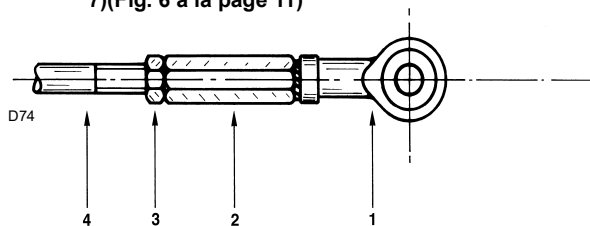
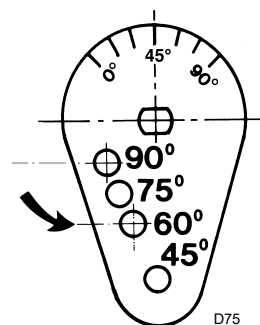
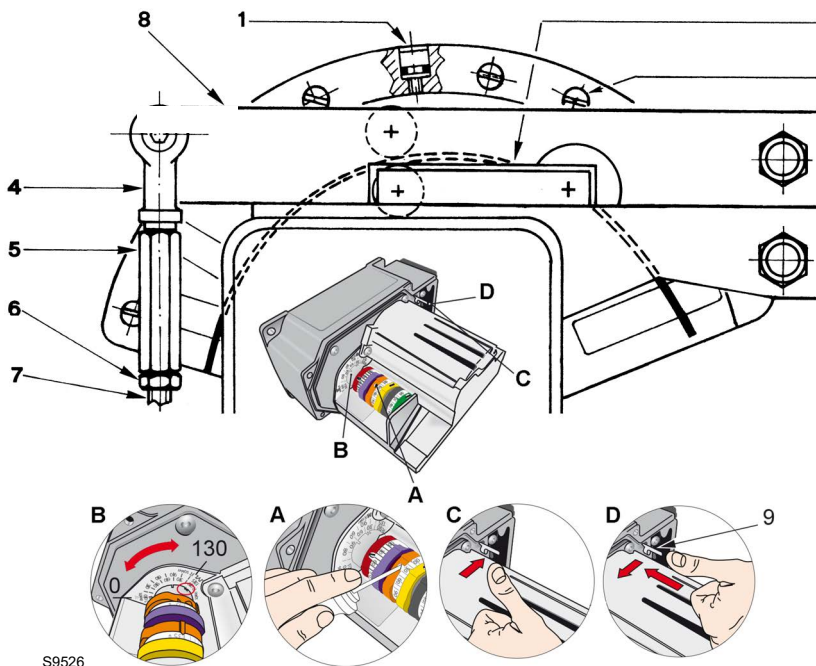
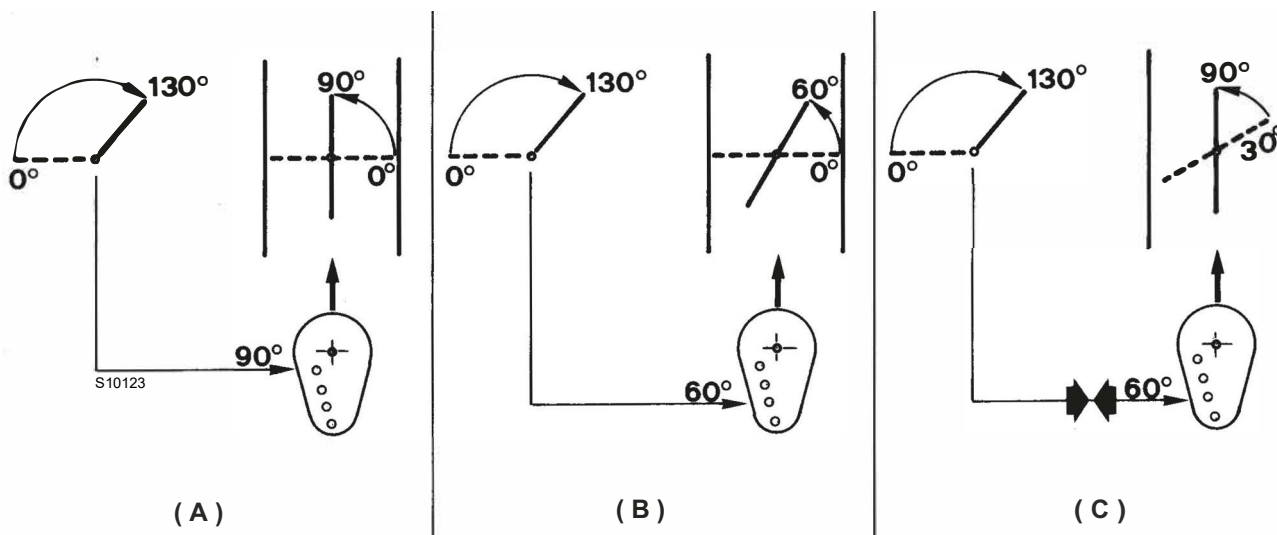

Fig. 25
Fig. 26
Fig. 27
Fig. 28
- Dégager la came à profil variable 7)(Fig. 23 à la page 27) du servomoteur en appuyant sur le levier 9)(Fig. 27 à la page 29).
- Tourner le manchon hexagonal 3) en raccourcissant ou en allongeant le levier 9)(Fig. 27 à la page 29), jusqu'à ce que la valeur minimale de l'encoche coïncide avec la valeur 10).
Ils concernent le disque (Fig. 26) du papillon du gaz, le tirant (Fig. 25) de commande du disque (Fig. 26) et le tirant 7)(Fig. 27) de commande du volet d'air.
- Le réglage d'usine du brûleur est pour un rapport de puissance MIN et MAX de 1:3 - 1:4. La rotule 1)(Fig. 25) de commande du disque (Fig. 26) du papillon de gaz est réglée sur 90°. De cette façon, le papillon de gaz effectue un angle de 90° lorsque la came 2)(Fig. 27 à la page 29) effectue complètement l'angle de 130° (A) (Fig. 28).
Lorsque le rapport MIN-MAX est d'environ 1:2, il faut déplacer la rotule 1)(Fig. 25) du trou 90° au trou 60°(Fig. 26), le brûleur à l'arrêt.
En ce cas, le papillon de gaz effectue un angle de 60° lorsque la came 2)(Fig. 27 à la page 29) effectue complètement l'angle de 130° (B) (Fig. 28).
Le disque (Fig. 26) est pourvu d'autres deux trous, 75° et 45°, utiles dans des cas particuliers où l'on souhaite réduire l'angle de travail du papillon en présence d'une pression du gaz plus élevée en amont du papillon lui-même.
- Si le rapport 1-2 est dans la plage des puissances plus élevées (ex. 40-80% de la puissance MAX du brûleur) il est nécessaire, en plus du déplacement de la rotule de 90 à 60°, de raccourcir le tirant (Fig. 25), et de tourner l'angle de travail du papillon de gaz de sorte que l'ouverture maximale soit 90° :
de 0 - 60°(B) à 30 - 90°(C)(Fig. 28).
- Décrocher la rotule 1)(Fig. 25 à la page 29) du disque (Fig. 26 à la page 29).
- Desserrer l'écrou 3)(Fig. 25 à la page 29).
- Rebrancher la rotule 1)(Fig. 25 à la page 29) au disque (Fig. 26 à la page 29).
- Si le rapport 1-2 se trouve dans la plage des puissances les plus basses (ex. 25-50 % de la puissance MAX du brûleur) allonger le tirant 7)(Fig. 27 à la page 29) de commande du volet d'air. De cette façon on évite le profil de came trop incurvé.
Procéder comme suit, le brûleur à l'arrêt (Fig. 27 à la page 29) :
- Décrocher la rotule 4) du levier 9)(Fig. 27 à la page 29).
- Rebrancher la rotule 4) au levier 9)(Fig. 27 à la page 29).
- Hausser le profil de la came II 2)(Fig. 27 à la page 29) dans la partie initiale en vissant quelques vis 1) jusqu'à ce que l'index sur l'arbre du volet ne retourne en position 0° avec servomoteur à 0°.
Dégager la came à profil variable du servomoteur en appuyant sur le levier 9)(Fig. 27 à la page 29).
Bloquer à nouveau la came au servomoteur remplacement le levier 9)(Fig. 27 à la page 29).
- Dégager la came en appuyant sur le levier 9)(Fig. 27 à la page 29).
- Bloquer de nouveau la came remplacement le levier 9)(Fig. 27 à la page 29) et mesurer le débit de gaz au compteur.
- Allonger le tirant 4)(Fig. 25 à la page 29) du papillon de gaz pour réduire le débit, raccourcir le tirant pour l'augmenter.
- Visser l'hexagone 2)(Fig. 25 à la page 29) pour raccourcir le tirant ; dévisser l'hexagone pour l'allonger.
- Rebrancher la rotule 1) au disque (Fig. 26 à la page 29).
Le réglage est effectué en agissant sur les vis intermédiaires 1)(Fig. 27 à la page 29) de réglage du profil de la came, en veillant à ne pas déplacer celles correspondantes au débit minimum et maximum.
Une fois le réglage complété, bloquer les vis 1)(Fig. 27 à la page 29) à l'aide des vis transversales 3) et rétablir les branchements électriques du servomoteur en branchant la fiche-prise volante 22)(Fig. 6 à la page 11).